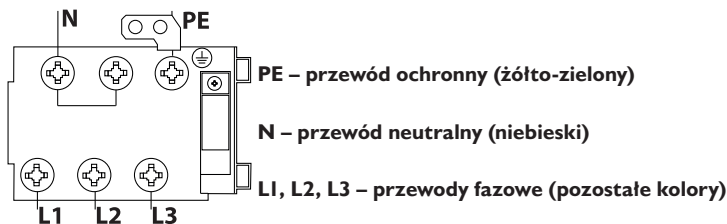

Rysunek 5. Widok od tyłu na urządzenie
- Należy sprawdzić, czy napięcie w sieci energetycznej odpowiada napięciu wskazanemu na tabliczce znamionowej urządzenia (Rys. 5 Poz. 3)
- Aby podłączyć urządzenie do sieci elektrycznej należy dokonać podłączenia przewodu zasilającego do skrzynki zaciskowej znajdującej się na tylnej ścianie urządzenia (Rys. 5 Poz. 2). **Przewód zasilający z wtyczką NIE JEST częścią zestawu i należy go dokupić.**
- Urządzenie obowiązkowo należy przyłączyć do instalacji wyrównującej potencjały elektryczne za pomocą śruby ekwipotencjalnej (Rys. 5 Poz. 1) znajdującej się na spodzie urządzenia przy skrzynce